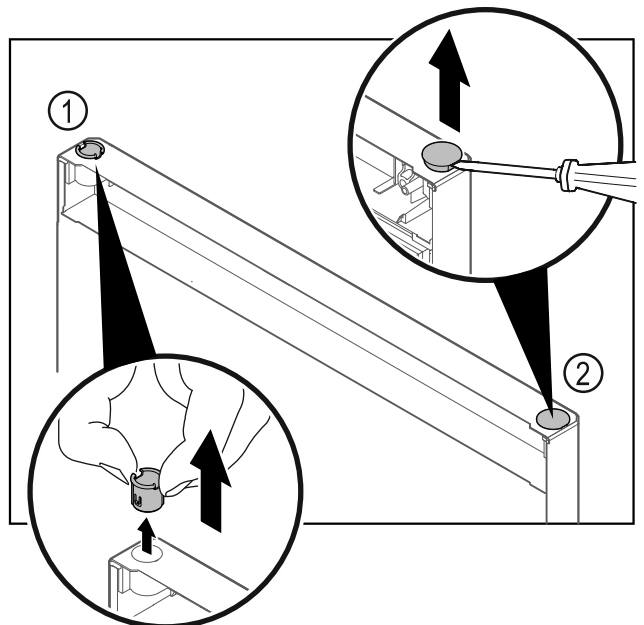

Fig. 27 Vrata hladilnika
- ▶ Pušo tečaja Fig. 27 (1) snemite s prsti.
- ▶ S ploščatim izvijačem previdno dvignite krovni čep Fig. 27 (2) in ga izvlecite.